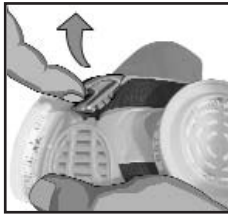

Figure 1
1. Ouvrir le levier (voir la figure 1).
Si une fuite est détectée au niveau du joint d'étanchéité facial, enlever et remettre le respirateur (consulter les figures 1 à 6). Refaire le test d'ajustement jusqu'à ce qu'il n'y ait plus de fuite d'air. Si une fuite qui n'est pas liée au contact avec le visage est détectée, elle doit être corrigée avant d'effectuer un autre test. L'utilisateur du respirateur doit passer et réussir un test d'ajustement avant d'être utilisé.